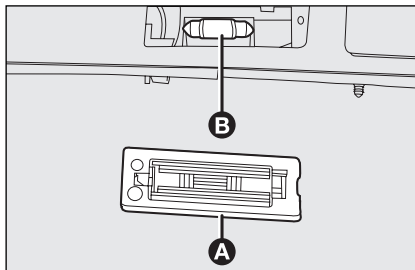

fig. 36
- enlever le transparent **A-fig. 36** et du porte-lampe l'ampoule **B**;